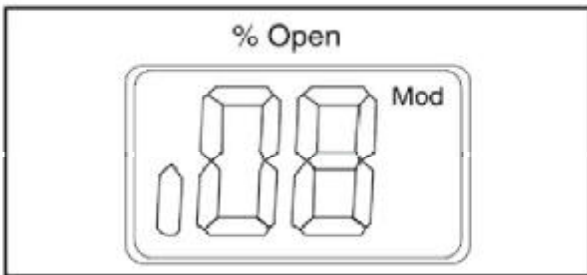

图24
- 按住此按钮两秒, 系统进入参数列表。下图是一个参数列表的示例 (图24, 参数i08)。